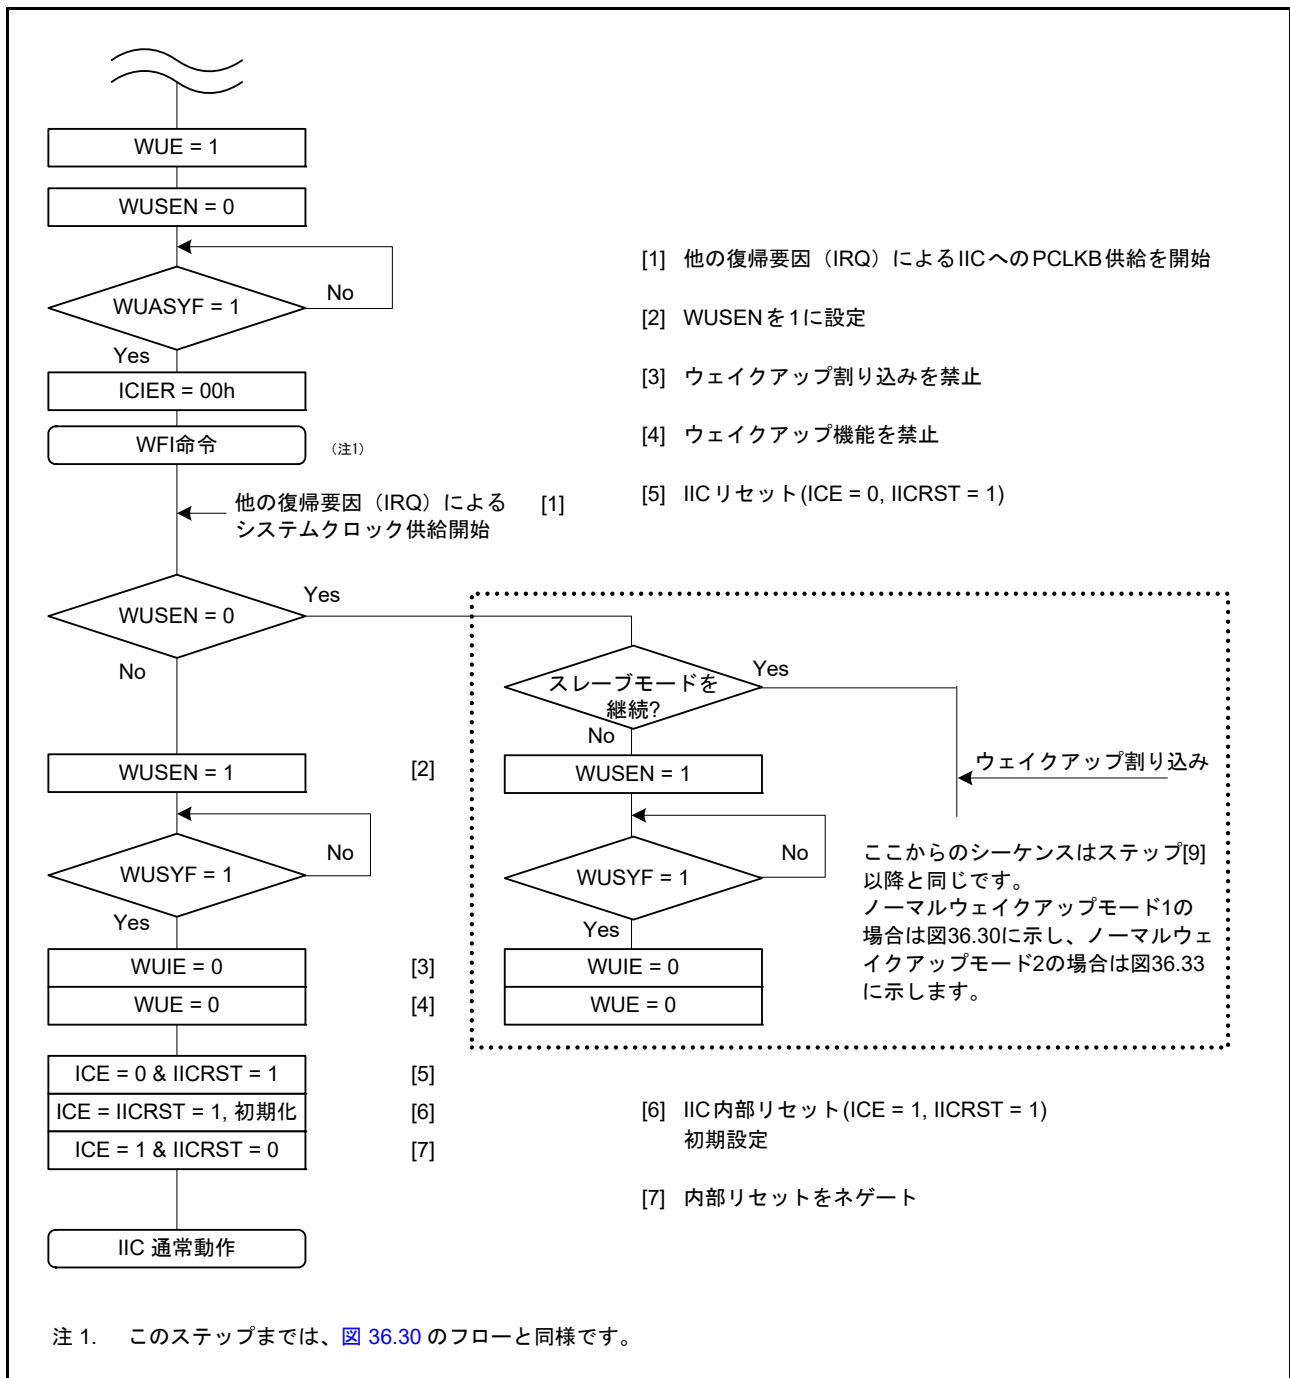
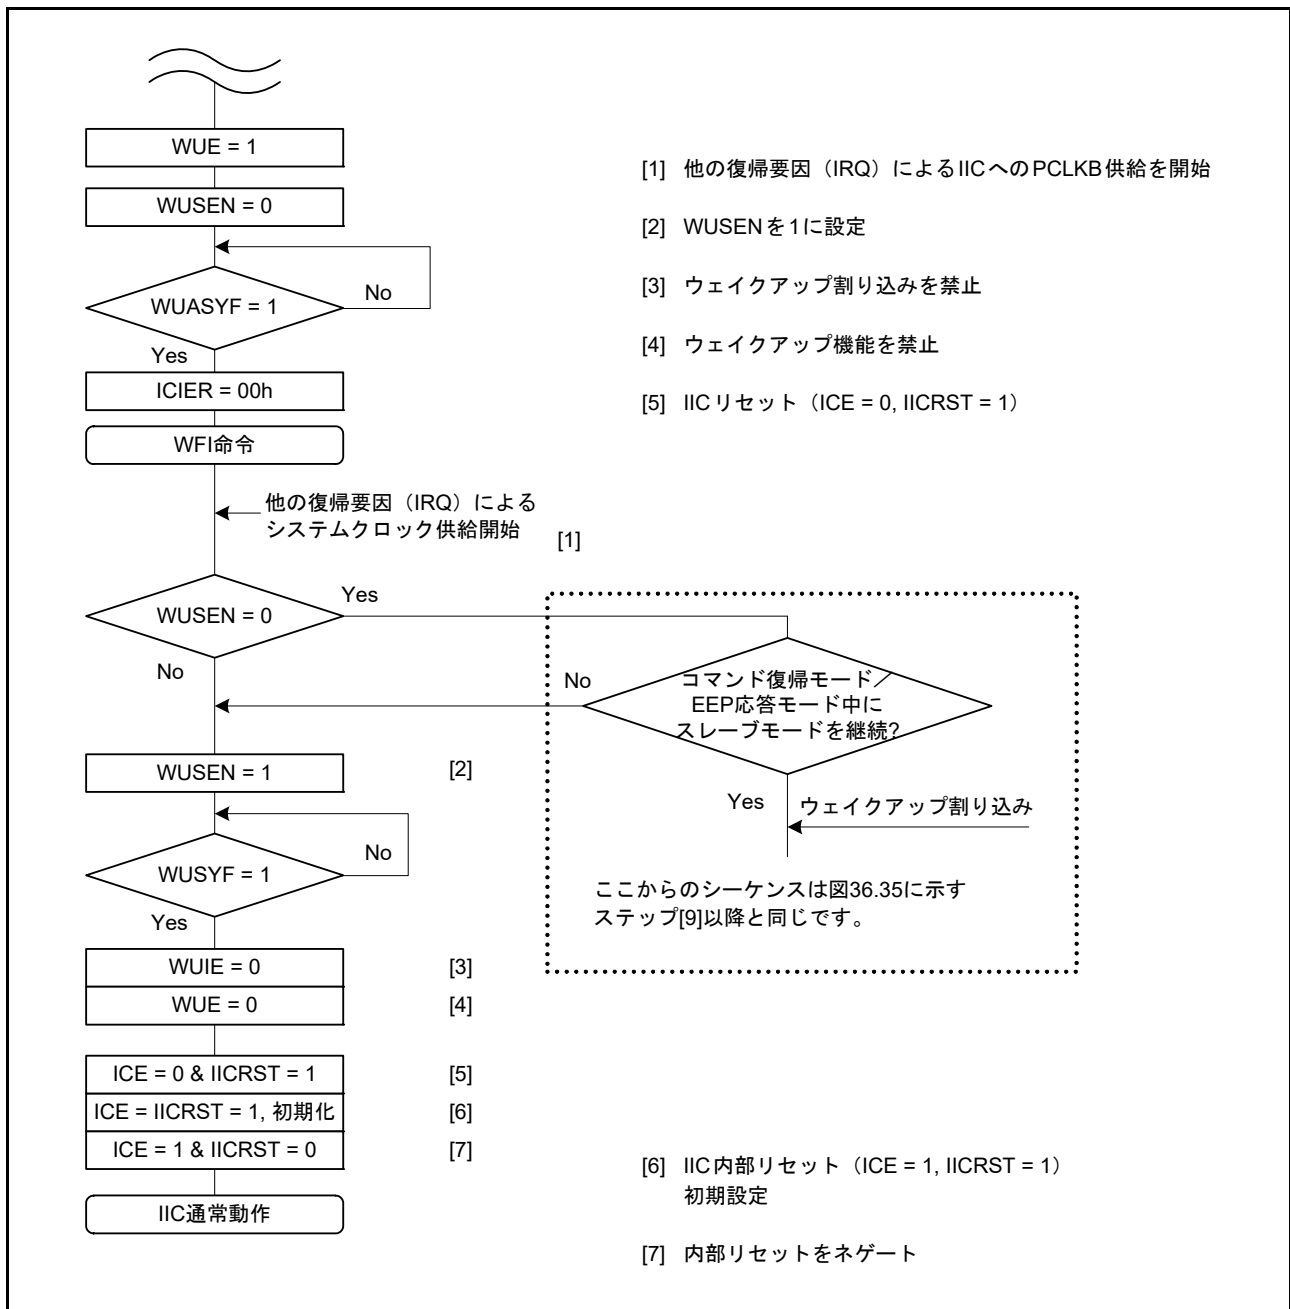

図 36.31 ノーマルウェイクアップモード 1 および 2 の動作例 (IIC ウェイクアップ割り込み以外の割り込み (たとえば IRQn) によるウェイクアップの場合)
図 36.36 コマンドリカバリモードとEEP 応答モードの動作例 (IIC ウェイクアップ割り込み以外の割り込み (たとえば IRQn) によるウェイクアップの場合)
8. ウェイクアップ割り込み以外の割り込み (IRQn など) で、ソフトウェアスタンバイモードからの遷移がトリガされると、この場合 WUF は設定されません。図 36.31 および図 36.36 に示す処理に従ってください。
2. ウェイクアップ割り込み以外の割り込み (IRQn など) で、ソフトウェアスタンバイモードからの遷移がトリガされると、この場合 WUF は設定されません。図 36.31 に示す処理に従ってください。
2. ウェイクアップ割り込み以外の割り込み（IRQnなど）で、ソフトウェアスタンバイモードからの遷移がトリガされると、この場合WUFは設定されません。図 36.36 に示す処理に従ってください。